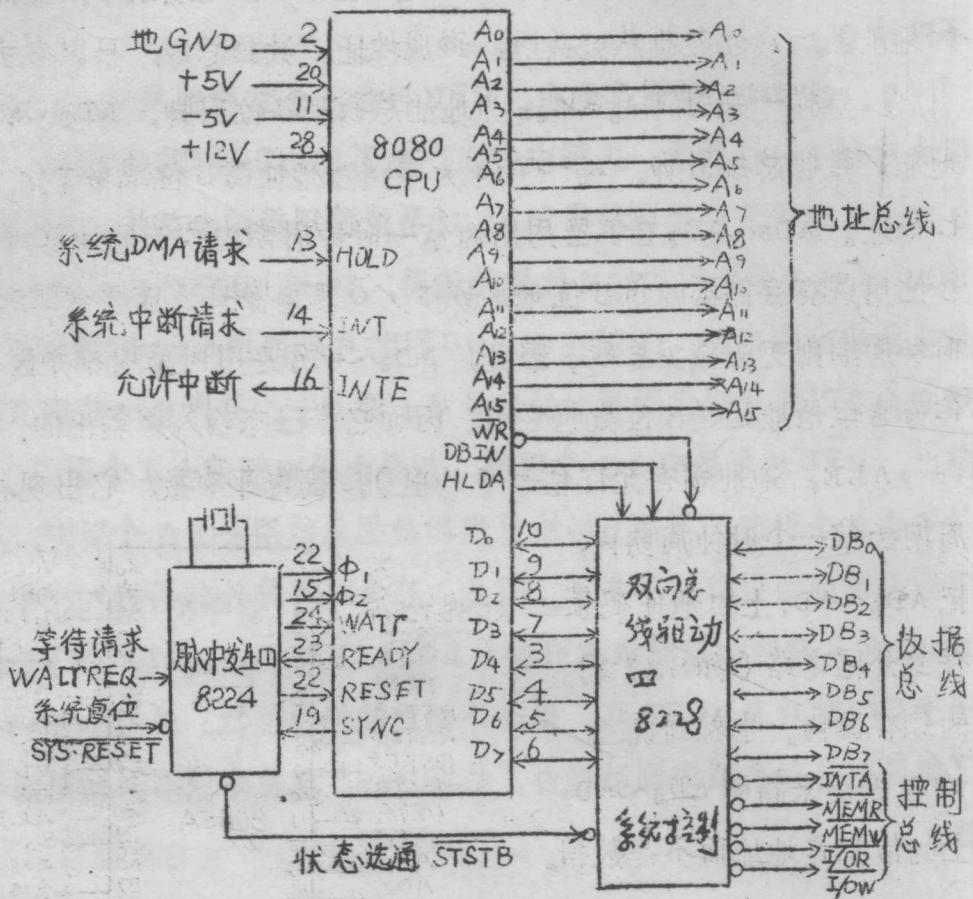

图 1—5 8080CPU 模块
- 8085ACPU 的引脚安排如图 1—6 所示，下面来说明各引脚的功能：